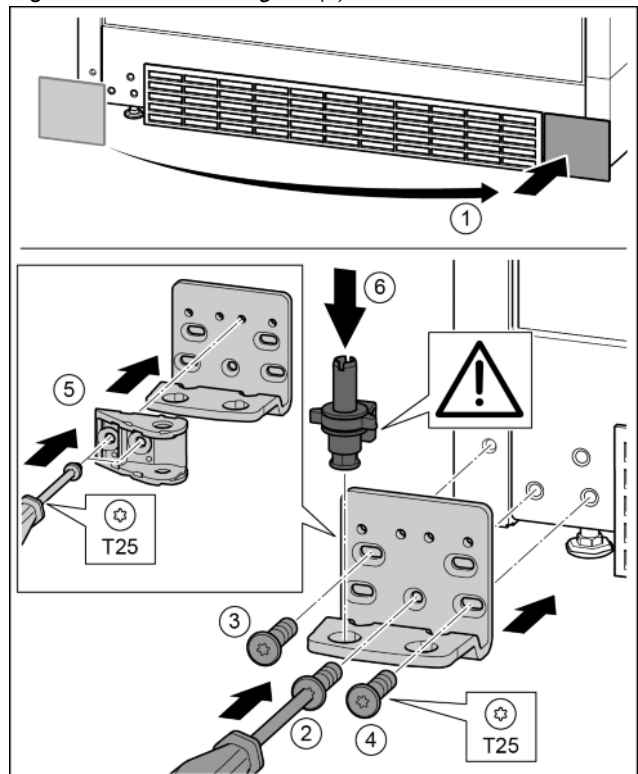

Fig. 29
- ▶ Abdeckung abnehmen und auf der anderen Seite anbringen. Fig. 29 (1)
- ▶ Lagerbock auf der anderen Seite ansetzen und mit Hilfe eines Schraubendrehers T25 anschrauben. Mit Schraube 2 unten in der Mitte beginnen. Fig. 29 (2)
- ▶ Schraube 3 und 4 festschrauben. *Fig. 29 (3, 4)*
- ▶ Schließdämpferverbindung um 180° drehen. Auf der anderen Seite des Lagerbocks mit Schraubendreher T25 anschrauben. *Fig. 29 (5)*
- ▶ Lagerbolzen komplett einsetzen. Dabei darauf achten, dass der Rastnocken nach hinten zeigt. *Fig. 29 (6)*